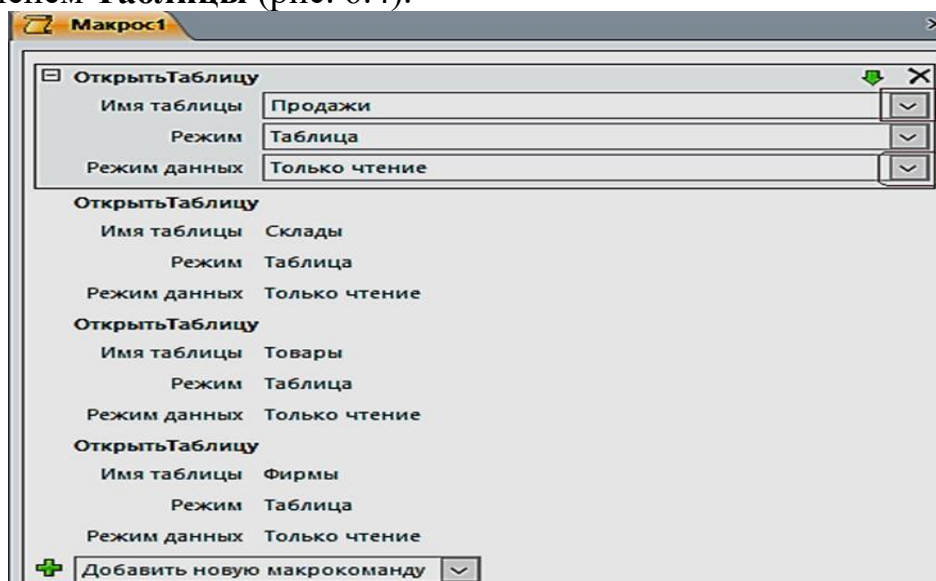

Рис. 6.4. Блок конструирования Макроса «Таблицы»
3. Создадим первый макрос **Таблицы**, при выполнении которого откроются четыре таблицы: «Продажи», «Склады», «Товары» и «Фирмы». Сохраним его под именем **Таблицы** (рис. 6.4).